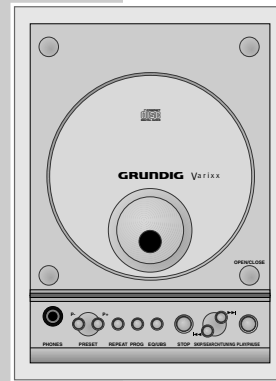

Fig. 17
- Nach erfolgter Reparatur ist es notwendig, die Leitungsführung wieder in den werkseitigen Zustand zu versetzen um evtl. spätere Ausfälle oder Störungen zu vermeiden (Fig. 17).
- On completion of the repairs the leads must be laid out as originally fitted at the factory to avoid later failures or disturbances (Fig. 17).